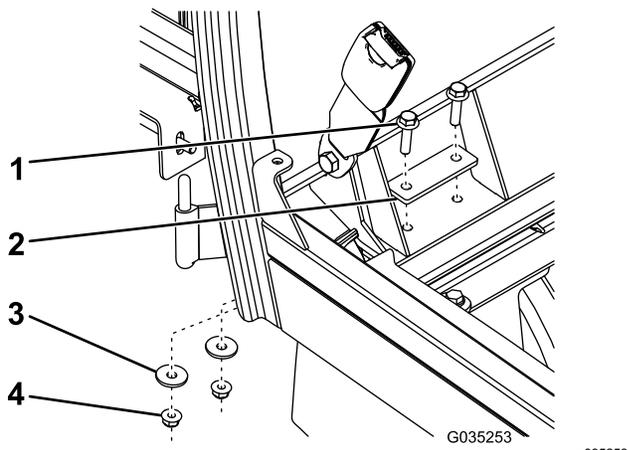

**Рисунок 12**
6. Закрепите боковые части рамы кабины на машине при помощи 6 болтов с шестигранными головками ( $\frac{3}{8}$  x  $1\frac{1}{4}$  дюйма), 6 шайб ( $\frac{3}{8}$  дюйма) и 6 фланцевых гаек ( $\frac{3}{8}$  дюйма), как показано на Рисунок 12.